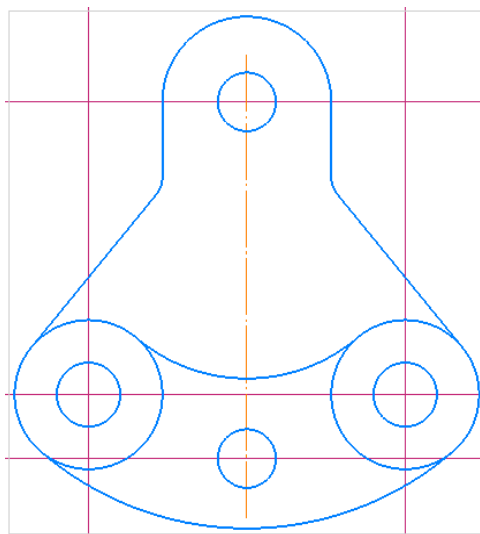

Рисунок 3.8 – Креслення контуру деталі
- видаляємо зайве та залишаємо дугу окружності діаметром 64 мм (рис. 3.8).